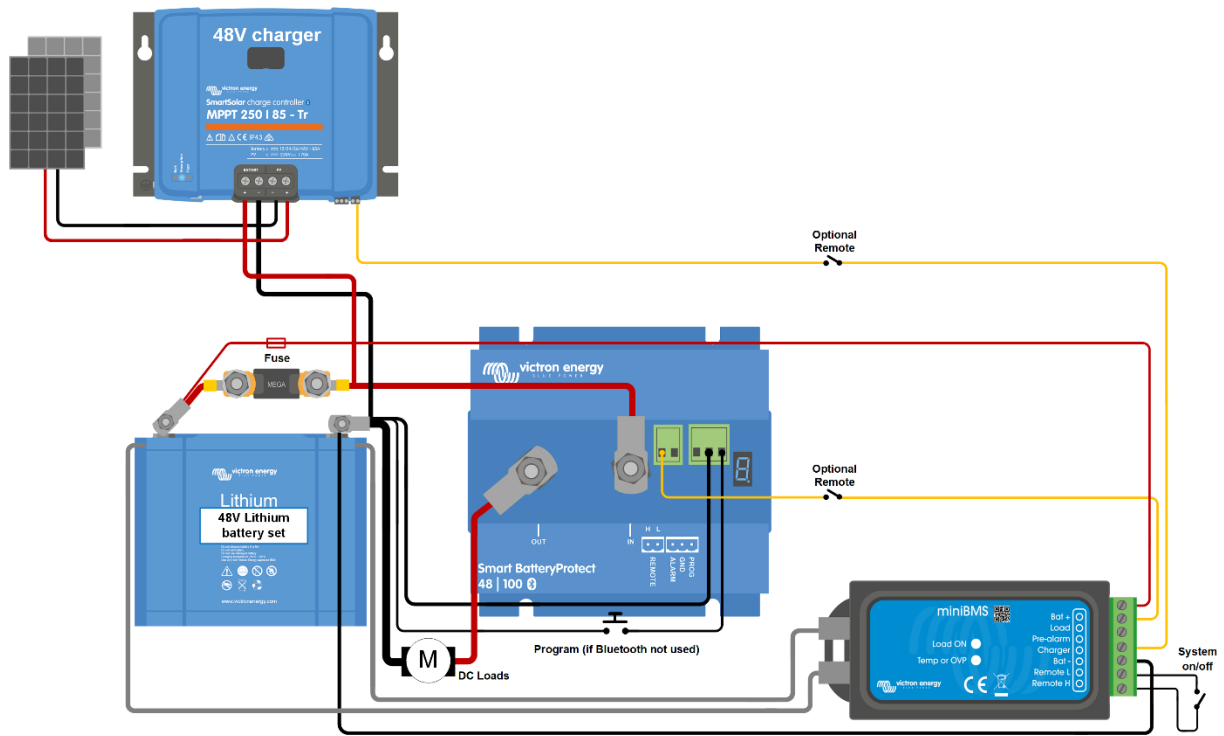

Figura 4: Sistema solar CC com bateria de lítio (aplicável com VE.Bus BMS ou miniBMS)
- No modo Li-ion o SBP vai cumprir um período inativo de 30 s depois de a entrada remota do SBP ter ficado em flutuação livre. Consulte na nota sob a Figura 4 uma descrição detalhada.